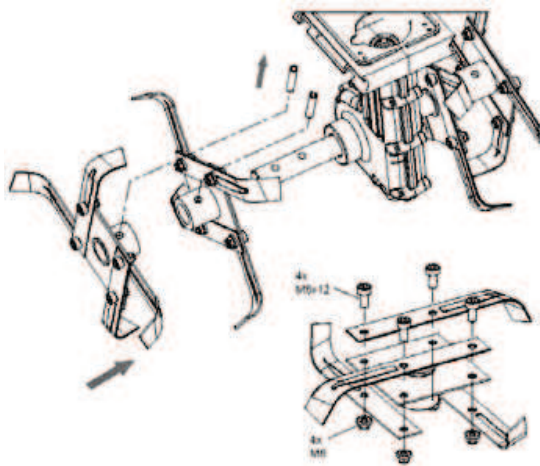

рис. 4
6.5 Соберите и установите фрезы как показано на рис. 4.